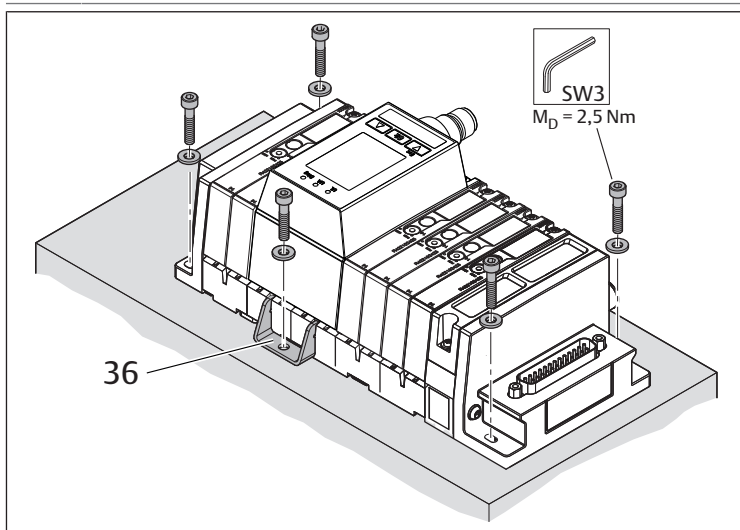

Fig. 11: Fijación del sistema de válvulas con ángulos de fijación (ejemplo)
- ▶ Coloque ángulos de fijación adicionales para estabilizar el sistema de válvulas (36) (véase la fig. 11). Para ello, no es necesario desmontar el VS. Regla general: a partir de 17 lugares de válvula se necesita un ángulo de fijación adicional por cada 8 lugares de válvula adicionales. Ejemplo: